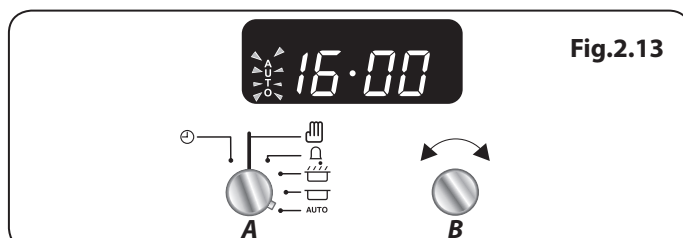

Fig.2.13
6. När programmet startar ugnen, visas tillagningssymbolen på displayen. När den inställda tiden har förflutit hörs en larmsignal och multifunktionsugnen stängs av. Tillagningssymbolen på displayen släcks och ordet "AUTO" blinkar (**Fig.2.13**).